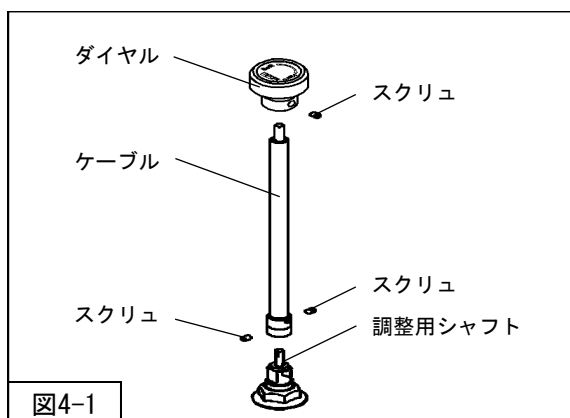

図4-1
3. 減衰力調整ケーブル（同梱品）からダイヤルを取外し、リアサスペンションASSY先端の調整用シャフトにケーブルを取付けてください。（図4-1）
4. 調整用シャフト側面の平面部にスクリュの位置を合わせ、ケーブルを固定してください。スクリュの締付けは六角レンチ（1.5mm・同梱品）を使用してください。（図4-1）